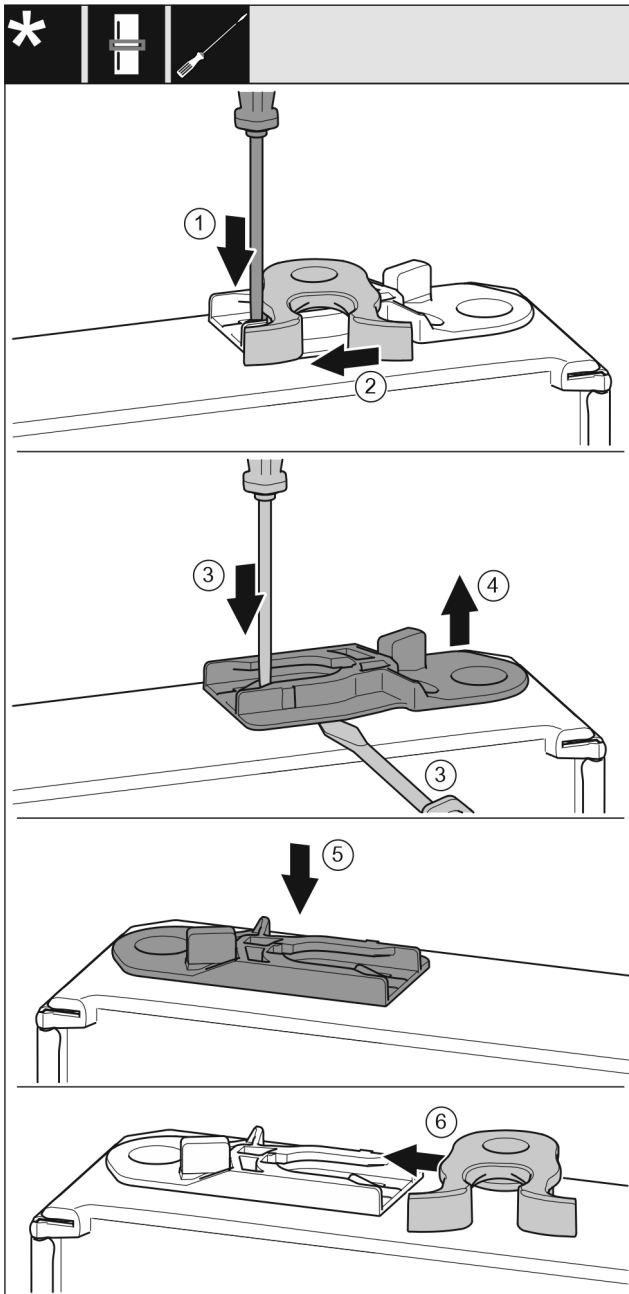

Fig. 19
- ▶ Pousser vers le bas la languette avec un tournevis plat. Fig. 19 (1)
- ▶ Tirer le crochet de fermeture en dehors du guide. Fig. 19 (2)
- ▶ Sortir la douille de guidage : Pousser la languette avec un tournevis plat et la faire passer simultanément sous la douille de guidage avec un tournevis plat. Fig. 19 (3, 4)
- ▶ Pousser la douille de guidage fournie à la livraison de l'autre côté du logement. Fig. 19 (5)
- ▶ Pousser le crochet de fermeture dans le guide. Fig. 19 (6)